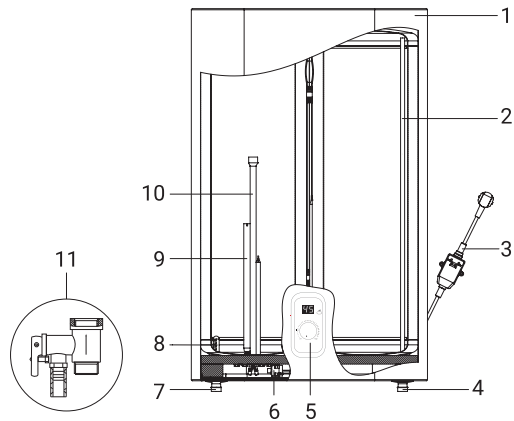

Рис. 2
3. Предохранительный обратный клапан следует устанавливать в месте входа холодной воды (см. рис. 2).